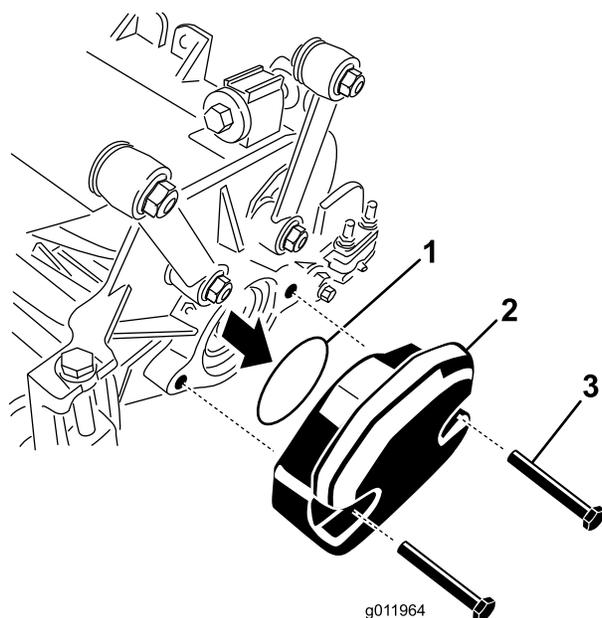

Рисунок 24
2. Снимите груз и уплотнительное кольцо (Рисунок 24) с внутреннего конца правого режущего блока.